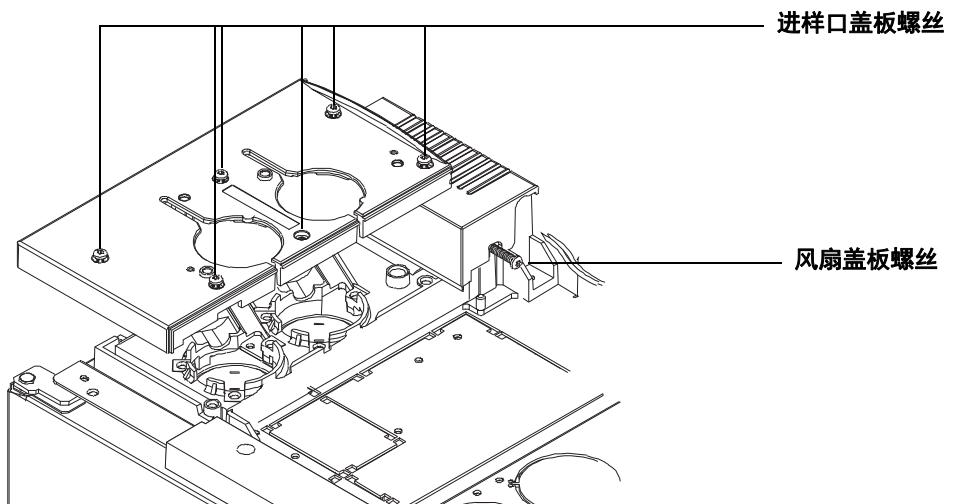

图 2 卸下进样口顶部盖板和进样口风扇盖板 (6890 系列 GC)
- 1 松开风扇盖板右侧的 Torx T-20 螺丝。有关螺丝位置，请参见第 42 页上的图 2。
1 将盖板顶部的六个 Torx T-20 螺丝完全松开 (图 2)。